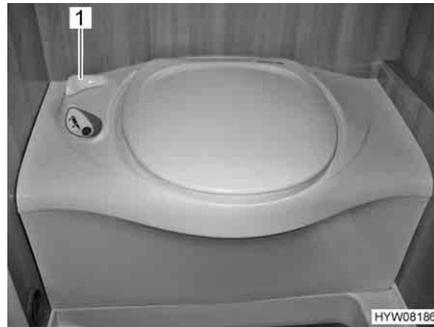

Fig. 151 Toilette Thetford
- Prima di tirare l'acqua, aprire il cursore della toilette Thetford. A tal fine ruotare la leva del cursore (Fig. 151,1) in senso antiorario.
- Dopo aver tirato l'acqua chiudere il cursore. Ruotare la leva del cursore (Fig. 151,1) in senso orario.